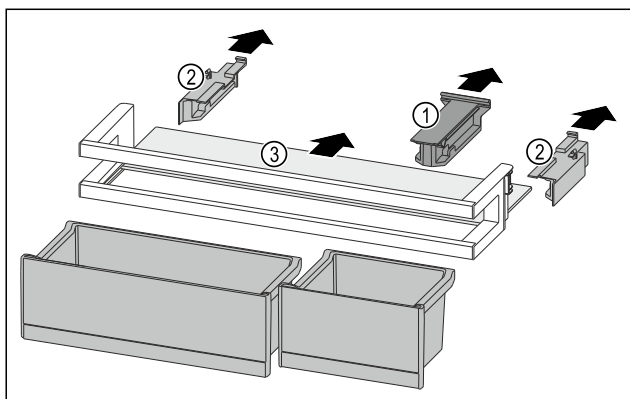

Fig. 81
- Træk holdesektionen Fig. 81 (1) af.
- Træk sidesektionerne Fig. 81 (2) af.
- Tag hylden Fig. 81 (3) ud.